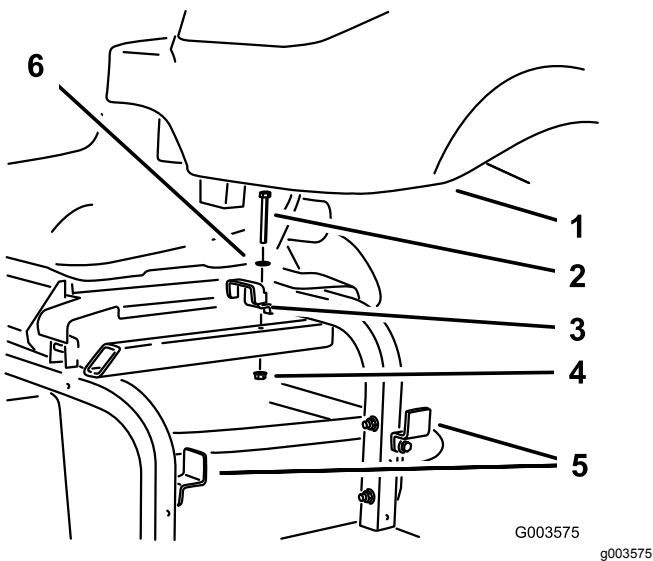

Bild 24
2. Montieren Sie den Hydraulikbehälter am Rahmen und befestigen Sie ihn mit den drei vorher entfernten und gelösten Halterungen (Bild 24).